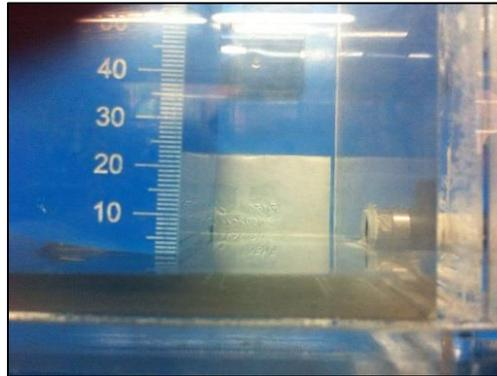

Figura 11. Válvula tangente al borde más inferior (Fuente: Propia)
4.1.7. Abrir la válvula (V1) y (A) para llevar el agua desde el tanque (1) al aparato, hasta que la superficie libre del agua sea tangente al borde más inferior del cuadrante, cuando esto pase cerrar solamente (A) (Figura 11)